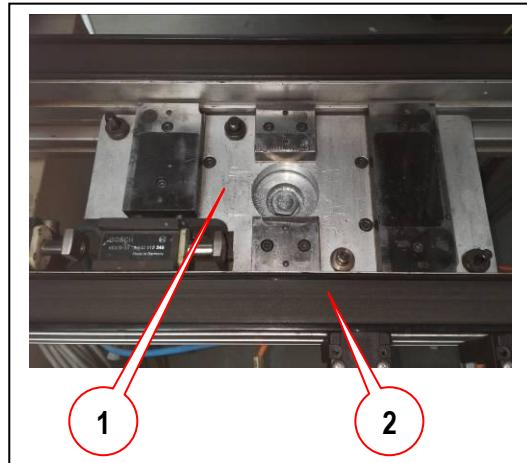

Bild 1
- Prüfen ob der WT-Aushub (1) waagerecht zum Transportband (2) ist, ggf. mit einer Maschinenwasserwaage ausrichten (**Bild 1**).